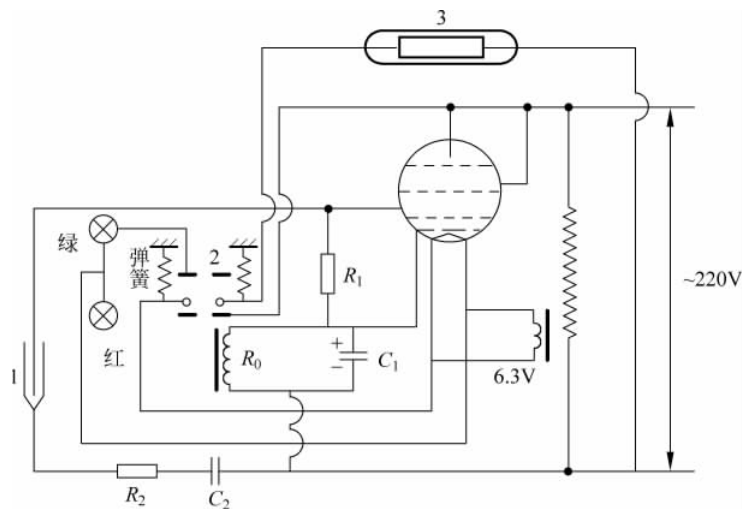

图 3-9 电子管继电器线路图
(6) 电子管继电器。电子管继电器由继电器和控制电路两部分组成,其工作原理如下:可以把电子管的工作看成一个半波整流器(图 3-9), $R_0 \sim C_1$  并联电路的负载,负载两端的交流分量用来作为栅极的控制电压。当定温计触点为断路时,栅极与阴极之间由于  $R_1$  的耦合而处于同位,也即栅偏压为零。这时板流较大,约有  $18\text{mA}$  通过继电器,能使衔铁吸下,加热器通电加热;当定温计为通路,板极是正半周,这时  $R_0 \sim C_1$  的负端通过  $C_2$  和定温计加在栅极上,栅极出现负偏压,使板极电流减少到  $2.5\text{mA}$ ,衔铁弹开,电加热器断路。